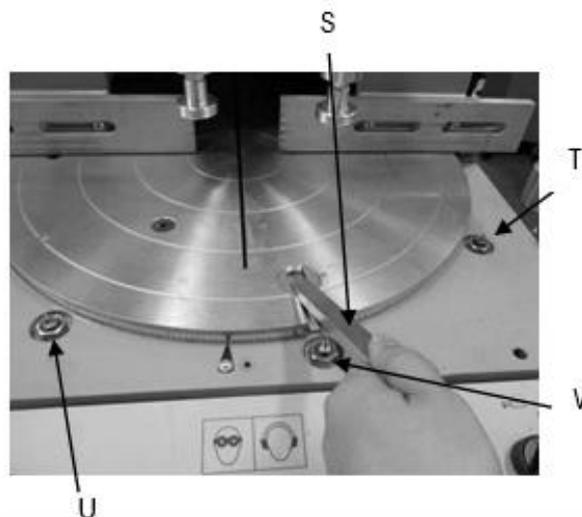

Рис. 7
1. Потяните стержень выбора градусов S (Рис. 7) и поверните поворотный стол влево на 45 градусов, чтобы зафиксировать возле позиции U (Рис. 7).
2. Потяните стержень выбора градусов S (Рис. 7) и поверните поворотный стол вправо на 45 градусов, чтобы зафиксировать возле позиции T (Рис. 7).
3. Для перпендикулярного реза под 90 градусов, верните в положение V (Рис. 7).